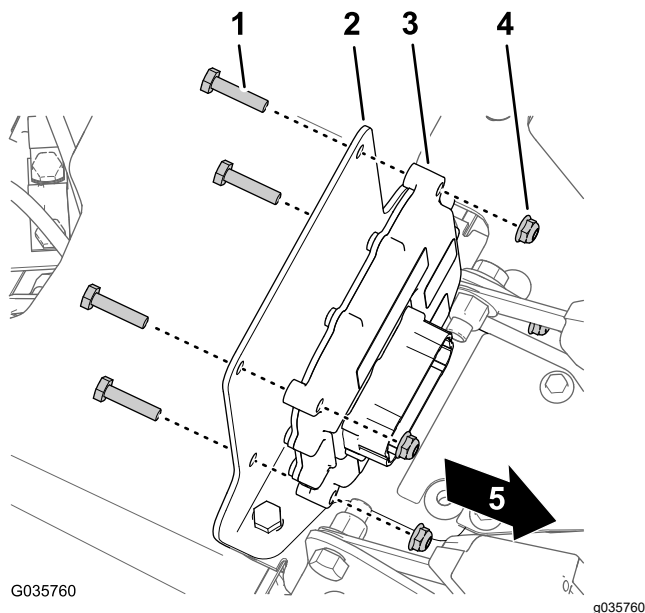

Bild 32
- Maschinen bis Baujahr 2015:** Ermitteln Sie die Drückplatte zwischen den inneren Bediener- und Passagiersitzgurthälften und nehmen Sie die Drückplatte vom Unterteil des Bedienfelds ab (Bild 32).
- Befestigen Sie das elektronische Steuergerät mit den vier Schrauben ($\frac{1}{4}$ " x $1\frac{1}{8}$ ") und vier Sicherungsmutter ($\frac{1}{4}$ ") an der Befestigungshalterung (Bild 32).